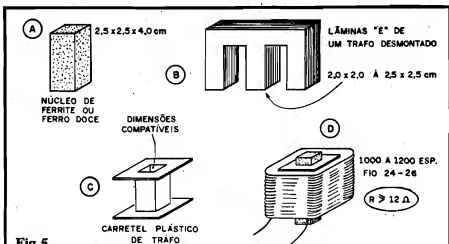
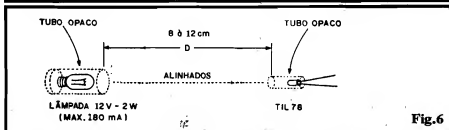

Fig.5
Fig.6
**- FIG. 5 - O (IMPORTANTE) ELETRO-IMÃ** - Detalhes para a confecção do importante eletro-ímã, são mostrados no diagrama... Conforme já foi "insinuado" na LISTA DE PEÇAS, existem duas possibilidades práticas para a realização desse eletro-ímã (cuja "força" se contraporá à da gravidade...). Um núcleo de ferrite (ou ferro doce), com medidas de 2,5 x 2,5 x 4,0 cm. (aceitam-se pequenas variações em tais medidas, sem problemas...) ou um formado pelo aproveitamento do conjunto de lâminas de ferro-silício formado "E", retiradas de um transformador desmontado, desde que o bloco central (a "perna" do meio, no "E"...), com as lâminas bem prensadas, assumam medidas de 2,0 x 2,0 cm. até 2,5 x 2,5 cm. (o comprimento dessa "perna central" não é tão importante, mas por razões práticas deve ficar entre 3,0 e 4,5 cm.). Para que a bobina do eletro-ímã possa ser confortavelmente confeccionada e fixada em torno do seu núcleo, recomenda-se o uso de um carretel apropriado, com dimensões compatíveis (eventualmente poderá ser reaproveitado do mesmo trafo que foi desmantelado para remoção/aproveitamento das placas "E" já mencionadas...), ou seja, cujo "buraco" quadrangular mostre medidas pouca coisa superiores às do núcleo, facilitando o respectivo "enfiamento"... O Hobbysta imaginativo poderá recorrer a inúmeras fontes, na aquisição das partes necessárias à confecção do eletro-ímã, incluindo Lojas de "sucatas", que está proliferando por aí... Tanto os núcleos quanto o próprio carretel (e também o fio de cobre esmaltado necessário) poderão ainda ser obtidos em Lojas de componentes, ou mesmo em pequenas fábricas de transformadores, que eventualmente comercializam tais peças "no picado"... O enrolamento da bobina, em si, exigirá de 1000 a 1200 espiras do fio de cobre esmaltado nº 24 a 26, distribuídas camada por camada ao longo da largura e da altura do carretel, de modo a ocupar todo o
**- FIG. 6 - O FEIXE ÓPTICO (E SEU ALINHAMENTO...)** - Antes de detalharmos a construção do "monstro" anti-gravitacional, é importante enfatizarmos que o feixe óptico (em luz visível, emitida pela lâmpada) deverá - no arranjo final - ficar perfeitamente alinhado, guardando posição e "distância" bastante precisas, conforme sugere o diagrama da figura 6. Tanto a lâmpada (esta deve ser pequena, do tamanho "piloto"...), quanto o foto-transistor deverão ser entubados em pequenos cilindros de material opaco, dotados de uma única abertura frontal... Na disposição mecânica da MAG, os dois tubos (um com a lâmpada, outro com o TIL78) deverão rigorosamente "olhar" um para o outro em condição de rigoroso alinhamento horizontal, guardando um afastamento (D) entre 8 e 12 cm. (idealmente em torno de 10cm.).
sucesso das experiências e "manifestações" de "anti-gravidade"... Assim, recomendamos que o Leitor/Hobbysta siga com muita atenção o diagrama da fig.7. O circuito em si poderá ser acondicionado num caixa não muito pequena, preferivelmente larga e baixa, dotada de pés de borracha para boa estabilidade. Nessa caixa/base devem estar o interruptor geral e a saída para o "rabicho" (cabo de força com plugue C.A. na ponta). Sobre a caixa deverá ser fixada uma estrutura em forma de "J" invertido (de cabeça pra baixo...), cuja altura total pode situar-se em torno de 20 a 25 cm. Observar as posições ocupadas pelo eletro-ímã (construído de acordo com a fig. 5), foto-transistor e lâmpada (entubados e alinhados de acordo com a fig. 6), devendo ainda o Leitor/Hobbysta notar que a largura do "J" invertido é parametrada pelo próprio distanciamento recomendado entre o emissor e o receptor do feixe óptico, conforme também indicado na fig. 6. Outro ponto importante: a distância entre a base do núcleo do eletro-ímã e a linha imaginária que vai do foto-transistor à lâmpada, deve restringir-se a 1 ou 2 cm. (no máximo cerca de 2,5 cm), para garantir uma poderosa força magnética sobre o objeto que flutuará... Lembrar que a força magnética "decai" com o quadrado da distância, de modo que, se "dobrado" o afastamento, a força será reduzida por um fator de 4, e assim por diante... O material a ser usado na estrutura da "torre de Babel"